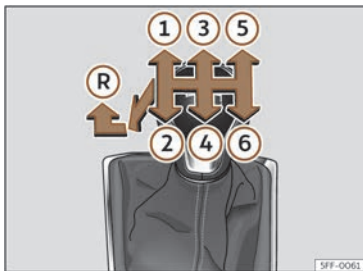

Fig. 114 Esquema dun cambio manual de 6 marchas.
Na panca de cambios indícanse as posicións das marchas >>> **fig. 114**.
- Coa panca de cambios en punto morto, prémaa cara abaixo, móvaa á esquerda ata o final e despois cara adiante para seleccionar a marcha atrás >>> **fig. 114** (R).